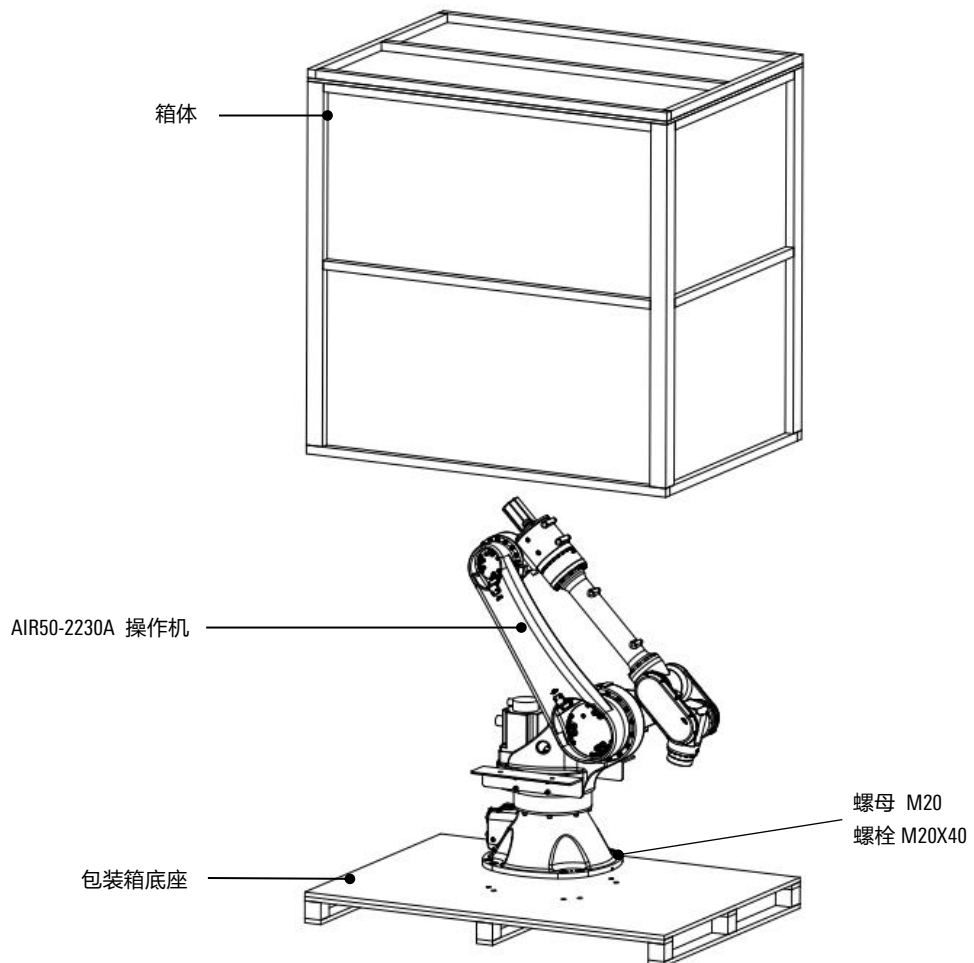

图 3-2 AIR50-2230A 操作机包装箱的构成
如图 3-2 所示，AIR50-2230A 操作机的包装箱由箱体和底托两部分构成。
- 步骤2.** 按照上图 3-2 所示位置，将 AIR50-2230A 操作机搬运至底托中心位置，使用内六角扳手拧紧连接 AIR50-2230A 操作机、底托、末端支撑件的 M20 螺钉、垫片和 M20 螺母，即可将操作机与底托固定。
- 步骤3.** 按照上图 3-2 所示位置，将箱体放置在底托上，使用扳手拧紧将箱体和底托的螺钉、垫片和螺母，即可将箱体和底托固定。